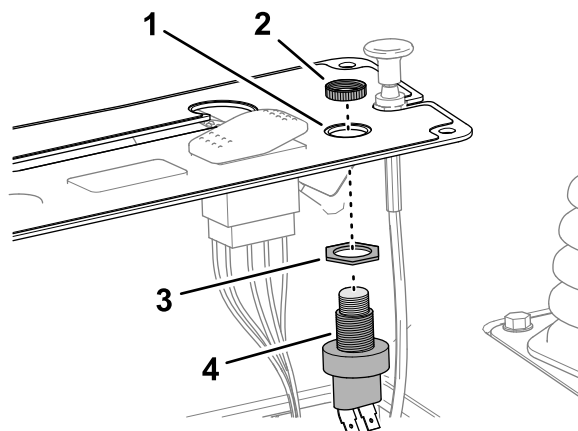

Bild 16
1. Schrauben Sie die Klemmmutter auf das Gehäuse des Hupenschalters (Bild 16).